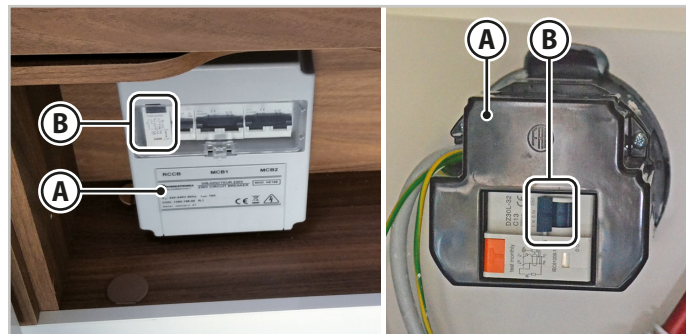

Fig.6.28 - Quadro di alimentazione
Il quadro di alimentazione a 220 V (**A** - Fig.6.28) del veicolo è protetto da un interruttore magnetotermico-differenziale a due poli (**B** - Fig.6.28). La presa di alimentazione è dotata del terzo polo di messa a terra come previsto dalle normative vigenti.
1. Abbassare le leve (**B** - Fig.6.28) dell'interruttore differenziale.
5. Sollevare le leve (**B** - Fig.6.28) dell'interruttore differenziale.